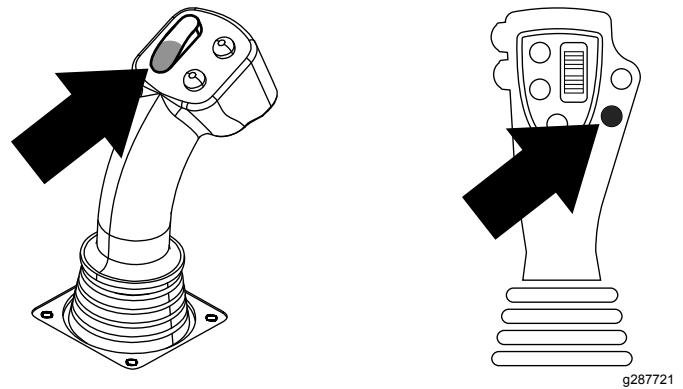

Bild 21
7. Halten Sie die untere rechte Taste auf dem 8-Tasten-Joystick (Bild 10) oder den unteren Teil des Kippschalters (Bild 21) am 4-Tasten-Joystick gedrückt, bis die Arme mit dem Rohr wieder in die Ausgangsstellung drehen und die Greifer geöffnet werden, wenn das Rohr in die Nockenablage eingeführt wird (Bild 22).